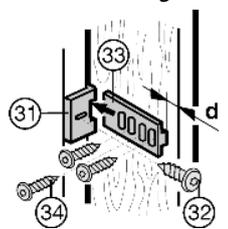

Fig. 19
- ▶ Соединительную деталь дверцы *Fig. 19 (31)* закрепите винтом *Fig. 19 (32)*, при этом обратите внимание на положение ручки. При полностью открытой дверце:
- ▶ Вставьте соединительную шину дверцы *Fig. 19 (33)* и привинтите к дверце шкафчика винтами *Fig. 19 (34)*. При этом соблюдайте расстояние *d* (толщина стенки кухонного шкафчика).